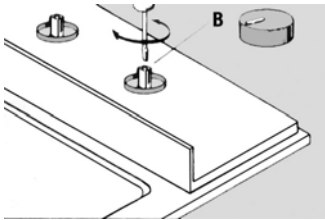

Imagen 6
- c.) introducir un pequeño destornillador en el orificio B en el eje de la tapa (imagen 6) y desatornillar el tornillo de ajuste con dos vueltas.
3. Introducir un destornillador pequeño en el orificio B (imagen 6) y apretar o aflojar el tornillo de ajuste (con cuidado de no girar el eje de la tapa) hasta que la llama del quemador quede correctamente ajustada al mínimo.
3. Introducir un destornillador pequeño en el orificio B (imagen 6) y apretar el tornillo de ajuste hasta el tope (con cuidado de no girar el eje de la tapa).